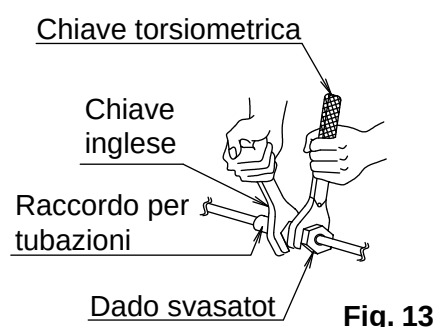

Fig. 13
- Quando si collegano i tubi all'unità o li si scollega da essa, utilizzare sempre sia una chiave inglese, sia una chiave torsiometrica, come mostrato nel disegno. **(Fare riferimento alla Fig. 13)**